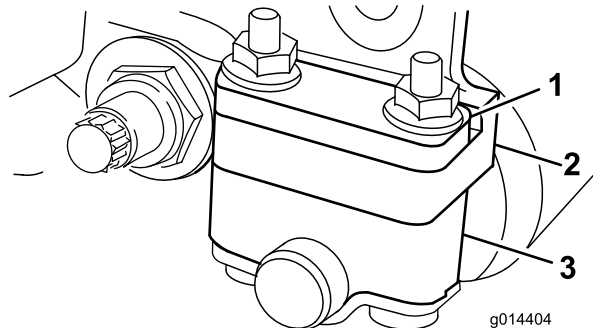
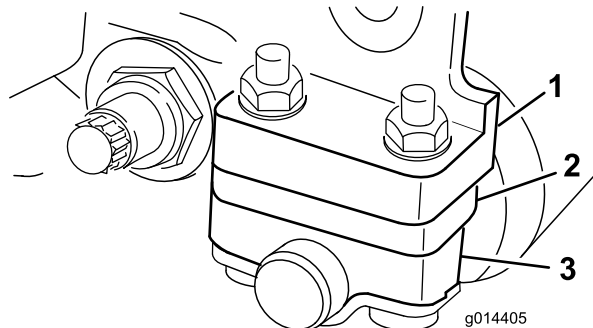

图6
图7
根据您想要的剪草高度范围需要将后滚筒支架图6或图7调整到较低或较高的位置
- 如图6所示当剪草高度设置介于 1.56mm 之间时将隔片放在侧板安装法兰的上方出厂设置。
- 如图7所示当剪草高度设置介于 3.25mm 之间时将隔片放在侧板安装法兰的下方出厂设置。
4. 需要时将隔片放入滚筒支架上方或下方的螺丝上图6或图7。